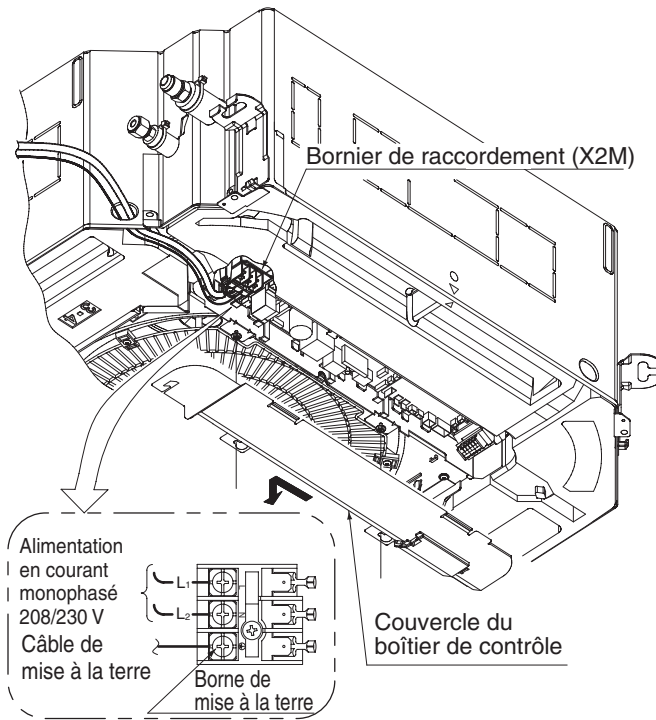

Fig. 21
1. Ouvrez le couvercle du boîtier de commandes et branchez l'alimentation 208 - 230 V à phase unique à la borne (L₁, L₂) du bornier (X2M). Raccordez le câble de mise à la terre à la borne de terre. (Reportez-vous à la Fig. 21)